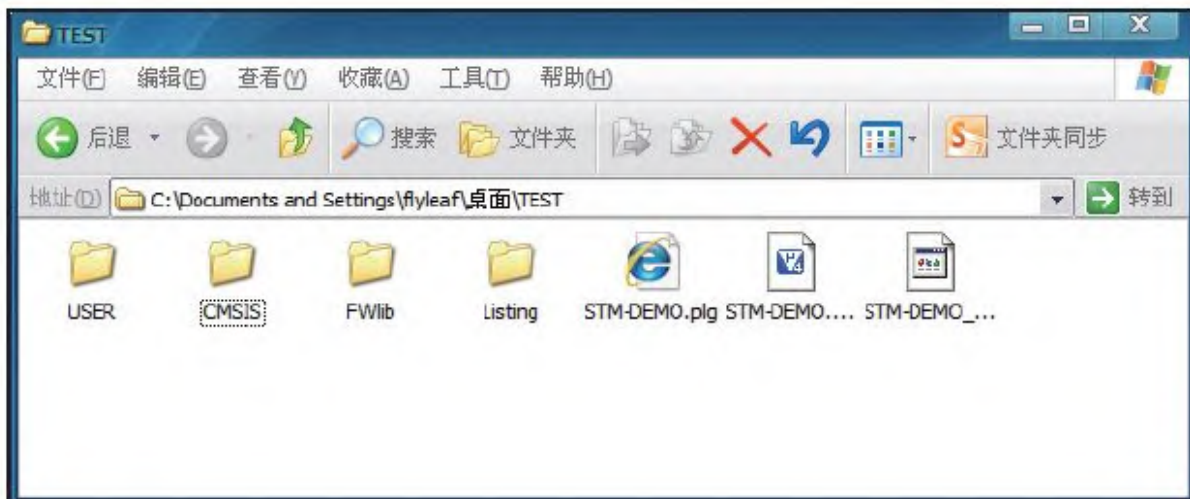

图 3-12 创建各种文件夹
6) 在TEST文件夹中，新建5个文件夹，分别为USER、FWlib、CMSIS、Output、Listing，其中USER已经存在，就不需再建了，见图3-12。